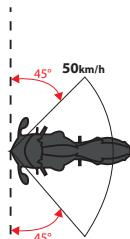

図3
Tech-Air® 3システムは、「オートバイが他の車両や障害物に衝突する事故」（図3）において、以下の条件により、ユーザーの身体の保護範囲が障害物に接触する前に膨らみ、保護機能を提供できるように設計されています。
衝撃角（図3）	45° ~135°
**重要！** 図3は、ユーザーの体の保護範囲が障害物に接触する前にTech-Air® 3システムが膨張することが予想されるプロテクションエンベロープの概要を示しています。50km / h(31 mph)を超える速度または宣言された角度の外では、システムは同様に展開することが予想されますが、プロテクションエンベロープ外では、障害物とユーザーの保護範囲が接触する前にシステムが完全に膨張しない場合があります。